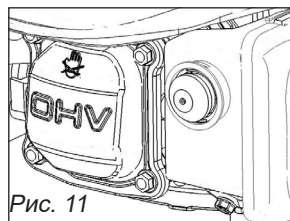

Рис. 11
1. Нажмите 3-4 раза на кнопку подкачки топлива (рис. 11).